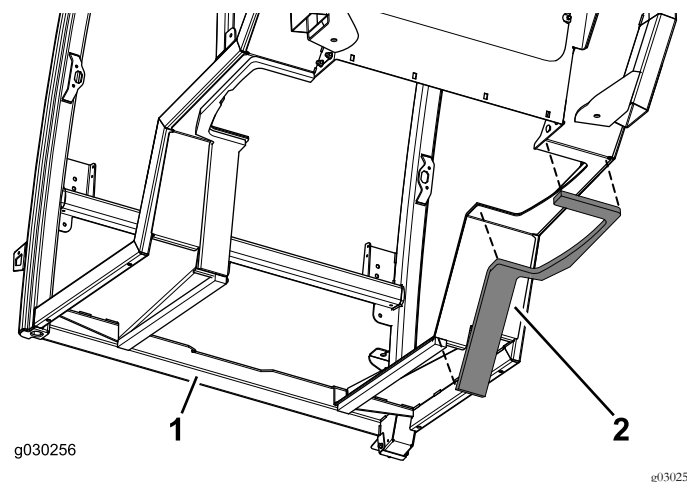

Figura 10
5. Aplique o vedante direito no lado direito da cabina (Figura 10).